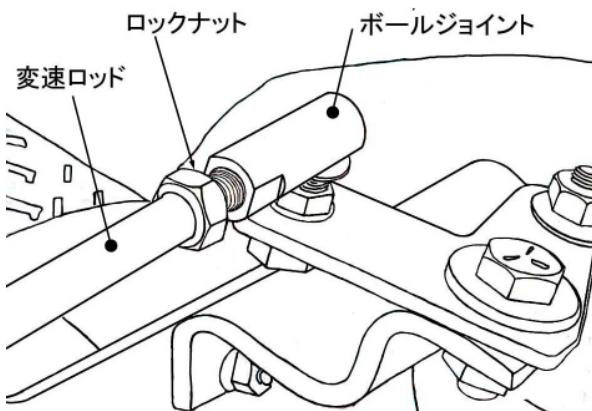

図3-6
- 変速ロッドの雄ネジにロックナットを入れてから、ボールジョイントに奥までねじ込み、変速ロッド上部と変速レバーの穴を合わせて、ロックナットをしっかりと締め付けます。 (図3-6)